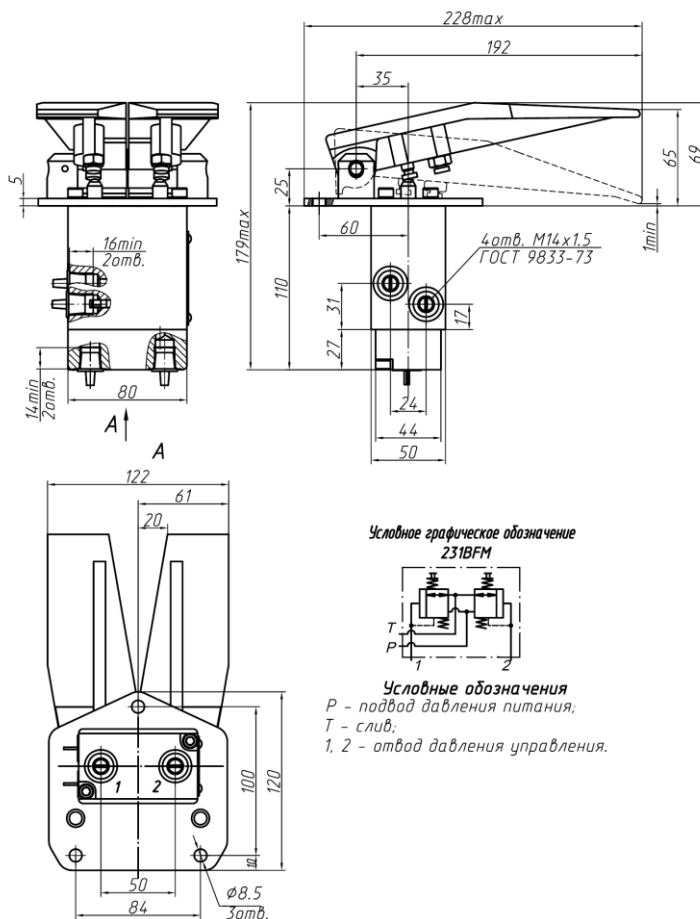

Рисунок 1 Блок управления двухзолотниковый двухпедальный 231BFM
1.5 Основные габаритные и присоединительные размеры блоков управления, гидравлическая схема, приведены на рис.1, технические характеристики блоков управления приведены в таблице 1.
1.7.2 В конструкции предусмотрены два отверстия для подвода питания «Р» и слива «Т», расположенные на боковой поверхности корпуса, рабочие отводы «1» и «2» расположены снизу в крышке (см. рис. 1).